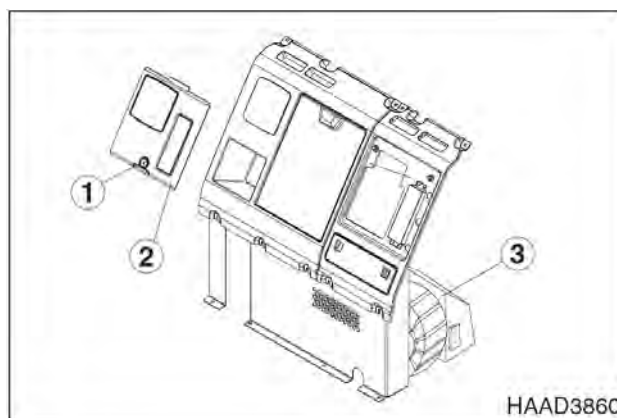

Рис. 56
1. Поверните ключ в цилиндре (1, рис. 56), чтобы открыть крышку (2, рис. 56), расположенную позади сиденья оператора.
3. Снять крышку (2, рис. 56) задней коробки.
4. Снять крышку фильтра (3, рис. 56) с блока кондиционера воздуха.